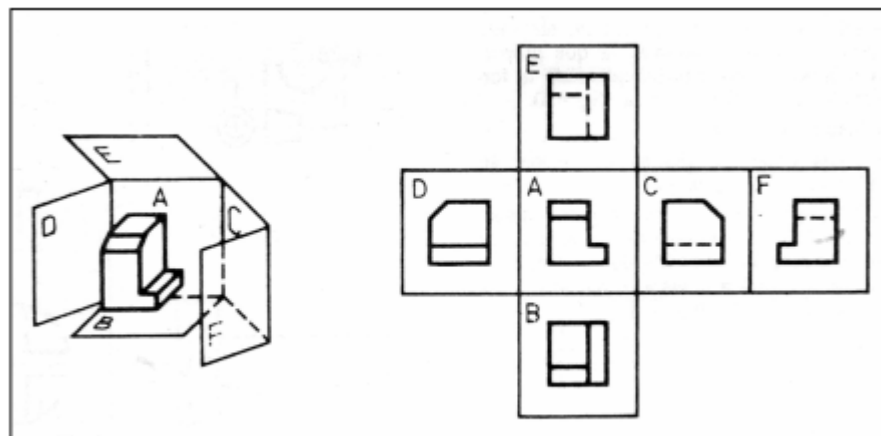

Fig. 63: Vistas posibles de una pieza
El método adoptado por la norma para la representación de las vistas es el ISO (E) que es de origen europeo (fig. 63) y se diferencia del ISO (A) de origen americano-inglés.
Para poder representar una pieza se utiliza el cubo de proyecciones que está formado por seis planos ortogonales de proyección, el de frente, el de arriba, el de Fig. 63: Vistas posibles de una pieza abajo el de atrás, el del costado derecho y el de costado izquierdo.